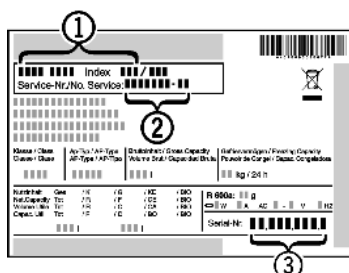

Fig. 5
- ▶ Наименование устройства *Fig. 5 (1)*, сервисный № *Fig. 5 (2)* и серийный № *Fig. 5 (3)* считайте с заводской таблички. Заводская табличка находится внутри устройства слева.
- ▶ Обратитесь в сервисную службу и сообщите вид неисправности, наименование устройства *Fig. 5 (1)*, сервисный № *Fig. 5 (2)* и серийный № *Fig. 5 (3)*.